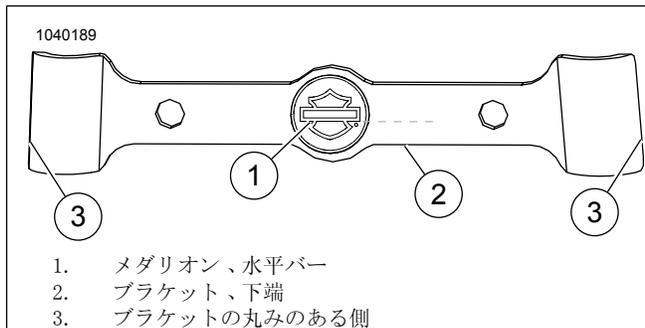

図3。メダリオンのアライメント
・ 図3ブラケット(3)の両側は、対称にはなりません。上部の幅は、底部の幅よりも狭くなっています。
・ 図3 メダリオンの水平バー(1)をブラケットの下端(2)に揃えます。これらの2つは平行である必要があります。
3. 図3 ブラケット(3)の左右にある接着面の保護フィルムをはがします。